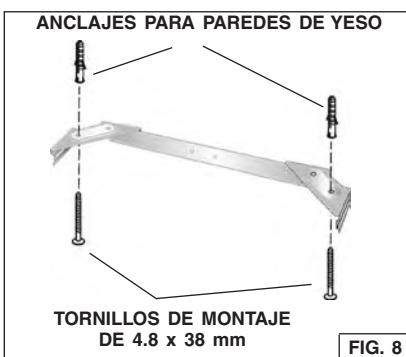

FIG. 8
- Fije el conjunto del soporte en el techo con (2) tornillos de montaje de 4.8 x 38 mm y anclajes para paredes de yeso. Fig. 8. Asegúrese de que el soporte esté contra la esquina, apretado contra la pared y centrado sobre la campana.